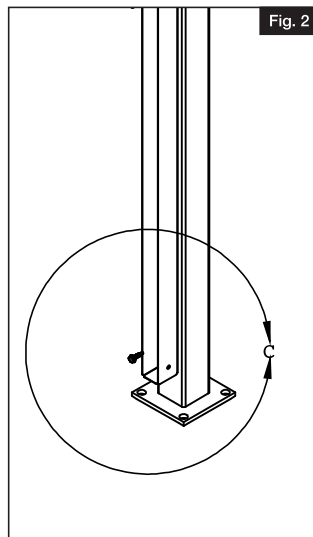
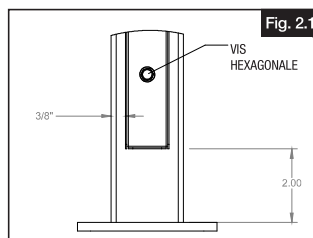

Fig. 2
Fig. 2.1
Placer la moulure de poteau comme indiqué en laissant un espace de 2 po (50 mm) au-dessus du sol. S'il s'agit d'une installation en surface, mesurer une distance de 2 po (50 mm) à partir de la plaque de surface. Centrer le profilé sur le poteau. En utilisant la moulure de poteau comme guide, marquer l'emplacement des trous de vis. Mettre la moulure de poteau de côté et percer des avant-trous au moyen d'un foret de 1/8 po (3,2 mm) (Fig. 2). Éviter de percer les trous à travers une seule paroi du poteau (Fig. 2.1).
2. Placer l'espaceur sur le dessus de la planche de bois de façon à ce que les languettes reposent sur le fond de la moulure et affleurent la planche de bois (Fig. 2 et Fig. 2.1).